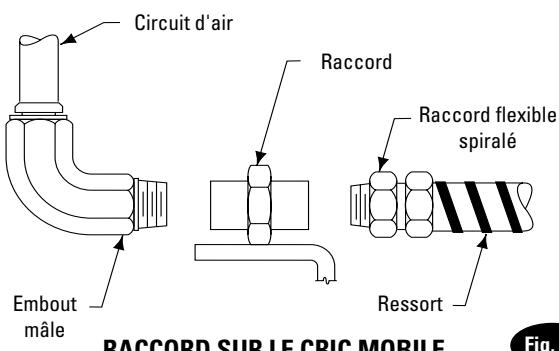

**Fig. 35**
- Brancher une extrémité du flexible spiralé fourni au raccord en té passe-cloison au milieu du chemin de roulement. Brancher l'autre extrémité du flexible spiralé au raccord soudé du cric mobile, Fig. 35 et 37.
- Brancher l'extrémité en coude du groupe de conduite du cric mobile à la pompe à air et l'extrémité mâle au raccord, Fig. 35 et 37.